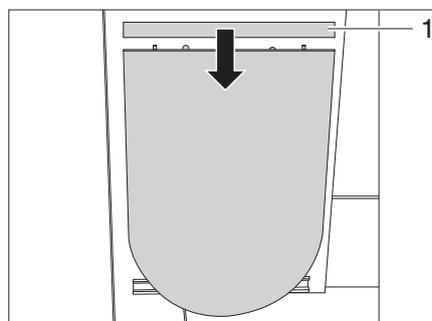

Bild 38 Klapptisch, eingeklappt
- Tischplattenverlängerung (Bild 38/1) oben in die Holzdübel aufsetzen.